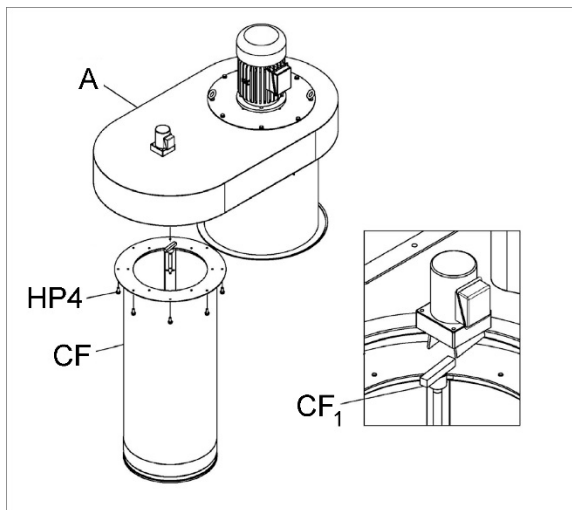

Рисунок 10
16. Установите фильтрующий картридж (CF, Рис. 10) на основной узел, совместив наконечник штока (CF₁) с пазом на платформе редукторного двигателя.